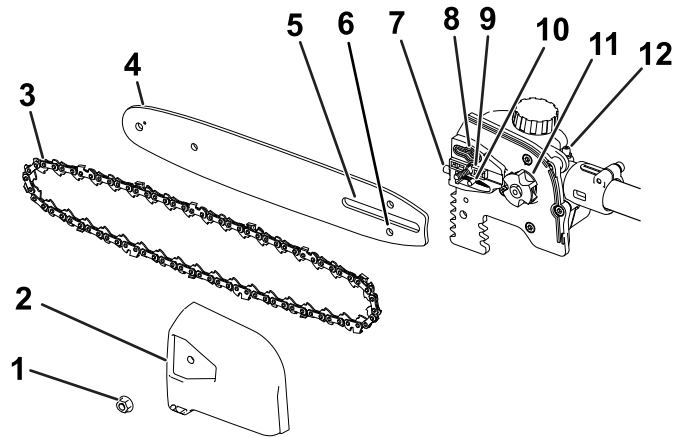

Figura 15
2. Retire la cubierta lateral; gire el tornillo de la cubierta en sentido antihorario hasta que el tornillo quede libre, y luego retire la cubierta lateral (Figura 15).
**Importante:** Asegúrese de introducir el espárrago de ajuste de la cadena en la ranura del espárrago de ajuste de la cadena de la espada (Figura 15).
Puede ser necesario girar el tornillo tensor de la cadena para poder introducir el espárrago en la ranura de la espada (Figura 15).
7. Compruebe que la salida de aceite (Figura 15) está libre de residuos; limpie la zona si es necesario.
2. Limpie el engrasador con un trapo (Figura 15).